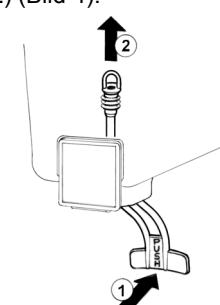

Bild 4
- 4 Ausschlauchventil: den Betätigungshebel des Hahns drücken (1) und den Gummischlauch aus der Auslauföffnung des Behälters lösen (2) (Bild 4).